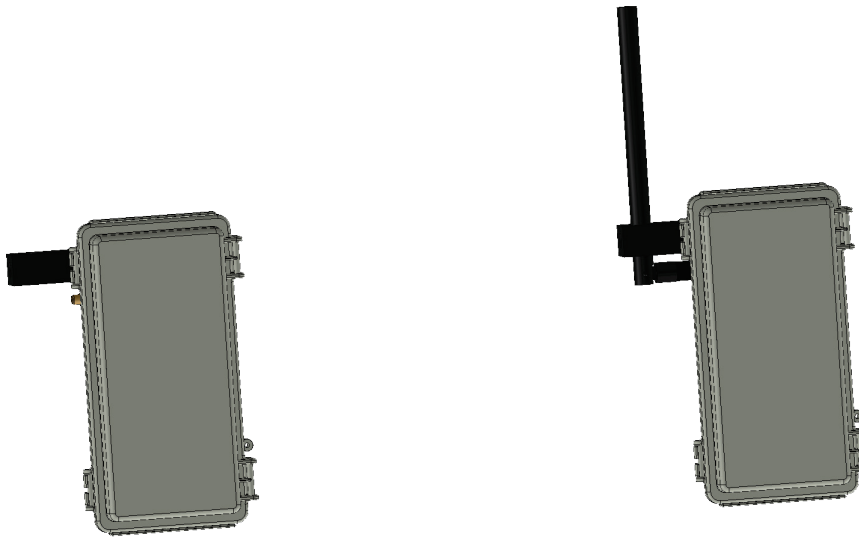

Figura 17: Antena Colocación
3. Conecte la antena en la unidad, como se indica en la Figura 17.